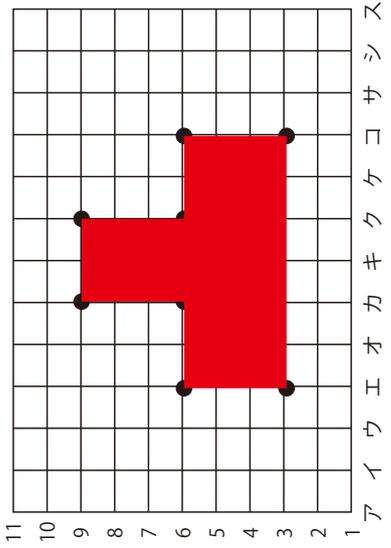

図8-1 ほうがんし ちよつこうがた
1) 次の頁の方眼紙A（直交型）（図8-1）のように好きな図形を方眼紙A（直交型）（図8-2）に描きます。